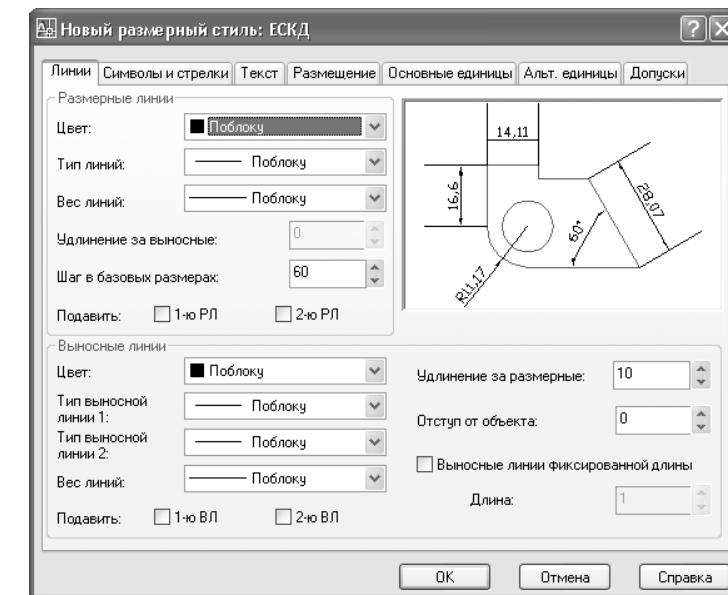

Рис. 11.3 ▼ Параметры линий для нового стиля ЕСКД
- Установите параметры линий в соответствии с рис. 11.3: параметру **Шаг в базовых размерах** (Baseline spacing) (определяет расстояние по умолчанию, которое используется между параллельными размерными линиями, построенными от общей базы) присвойте значение **60**; параметру **Удлинения за размерные** (Extend beyond dim lines) (определяет расстояние, на которое выносная линия должна выходить за концы стрелок) – значение **10**, а параметру **Отступ от объекта** (Offset from origin) (определяет расстояние между точкой привязки выносной линии и ее началом) – значение **0**.
время создания размеров нельзя – оно определяется значением параметра **Шаг в базовых размерах** (Baseline spacing) на вкладке **Линии** (Lines) окна **Новый размерный стиль** (New Dimension Style) (см. рис. 11.3). Однако поскольку полученные размеры выглядят некорректно (их выносные линии пересекают размерную линию размера 3000 мм), нужно изменить их расположение, созданное AutoCAD с использованием параметров стиля, принятых по умолчанию. Щелкните на размерах 1184 и 1112 мм для их выделения.